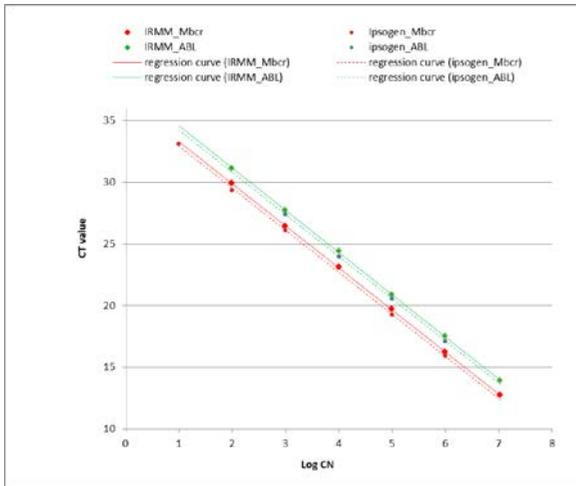
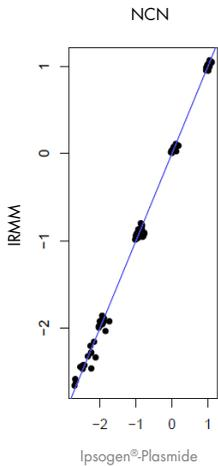

Abbildung 11. Der Vergleich zwischen dem *ipsogen*-Plasmid und dem BCR-ABL1-Plasmid ERM-AD623 zeigt, dass die Standardkurven übereinstimmen.
Abbildung 12. Die NCN-Werte für das *ipsogen*-Plasmid und das Plasmid ERM-AD623 sind vergleichbar.
BCR-ABL1), die Kontrollproben aus den *ipsogen*-Kits und für zertifiziertes Referenzmaterial vom National Institute for Biological Standards and Control (NIBSC) bestimmt wurde.(8) Die Ergebnisse zeigen, dass die beiden Standardkurven übereinstimmen (Abbildung 11) und die NCN-Verhältnisse vergleichbar sind (Abbildung 12).